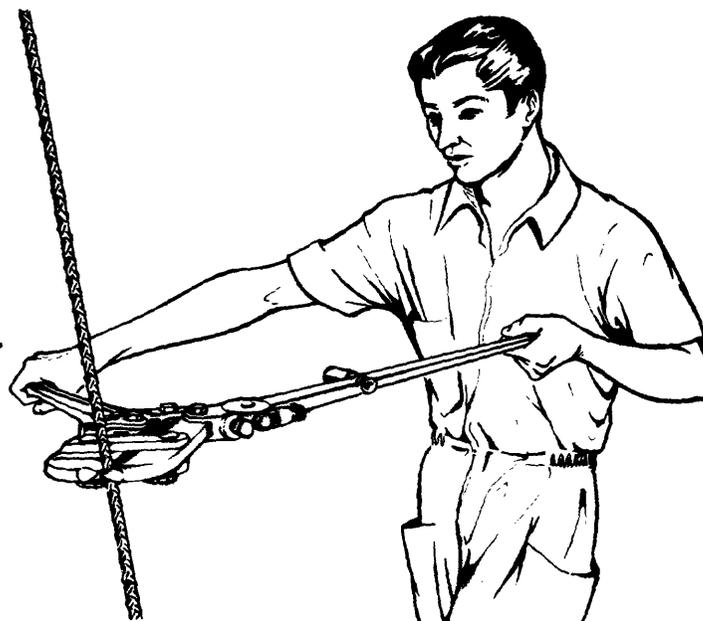

Fig. 5
- 3º paso *Coloque uno de los brazos de la cizalla, apoyando en el pecho y sosteniendo con la mano izquierda (Fig. 5).*